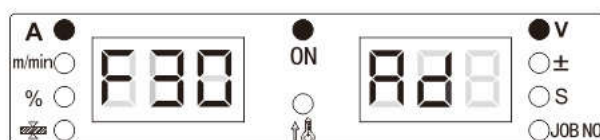

Рисунок 3-30. Отображение информация о модели сварочного аппарата на цифровых дисплеях
4. На цифровом дисплее появится информация о модели сварочного аппарата (см. Рисунок 3-30).